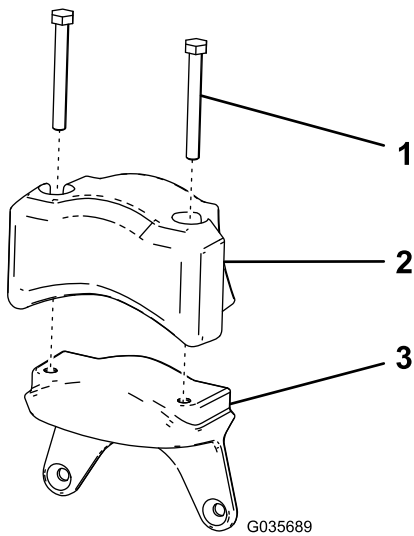

Figura 9
1. Monte el contrapeso eléctrico y 2 tornillos de caperuzas (5/16" x 2³/₄") que retiró en el paso 5 de 2 Preparación de la unidad de corte (página 3) en el nuevo peso (Figura 9).